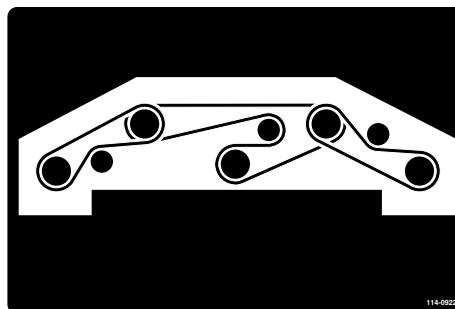

Рисунок 123
- Обведите новый ремень вокруг шкивов шпинделей и узла натяжного ролика (Рисунок 123).